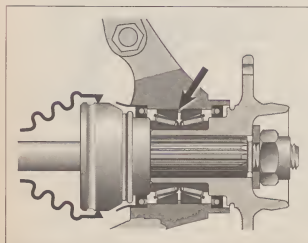

Рис. 7. Узел колеса с двумя коническими подшипниками. Стрелкой указан заплечик.
Рис. 7. Правильная сборка задней подвески: 1 – лонжерон; 2 – кронштейн крепления поперечной штанги к кузову; 3 – балка заднего моста; А – контрольное расстояние.
Чтобы подвеска правильно работала и резиновые втулки не испытывали чрезмерных нагрузок, снова напомним, что поворот штанги вокруг оси стяжного болта происходит без проскальзывания деталей — только за счет упругой деформации резинового элемента. Чтобы последний прослужил дольше, существует узаконенная методика сборки задней подвески. В книгах она обычно выглядит так (рис. 7):
- нагружают заднюю часть автомобиля так, чтобы расстояние А (см. рис. 7) от балки заднего моста до продольного лонжерона кузова составило около 125–130 мм;
На рис. 7 представлена конструкция подшипникового узла передних колес автомобиля "Форд-Фиеста". Здесь объединены преимущества двухрядных подшипников с простотой и технологичностью изготовления комплекта из двух однорядных. Жесткие допуски на детали позволяют монтировать такие подшипники без деформации дорожки качения колец. Высокая точность изготовления запящечика, а также торцевых внутренних и наружных колец делают эту конструкцию регулируемой, подобно обычным двухрядным подшипникам. При воздействии осевой нагрузки запящечик деформируется несравнимо меньше, чем широко используемые ныне пружинные фиксирующие кольца.